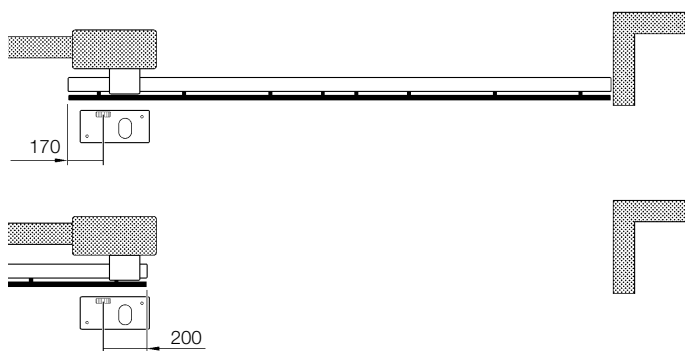
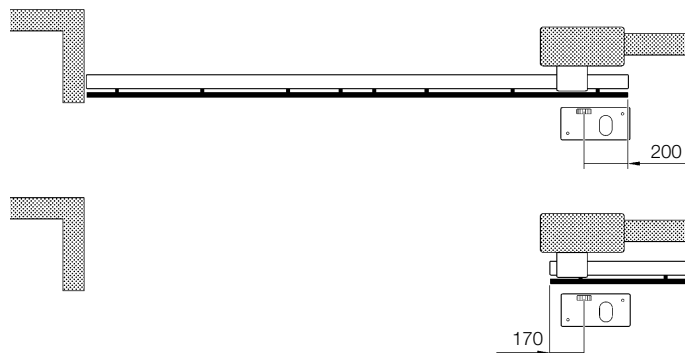

Figura 13
Figura 14
• Per montare le staffe di finecorsa è necessario che la cremagliera (e quindi il cancello) sporgano dall'asse del pignone delle quote riportate in Figura 13 (apertura a sinistra SX) e Figura 14 (apertura a destra DX).
13 Aprire completamente il cancello, appoggiare sul pignone il primo pezzo di cremagliera facendo in modo che sporga rispetto all'asse del pignone della quota riportata in Figura 13 o Figura 14, cioè dello spazio necessario per le staffe di fine corsa.